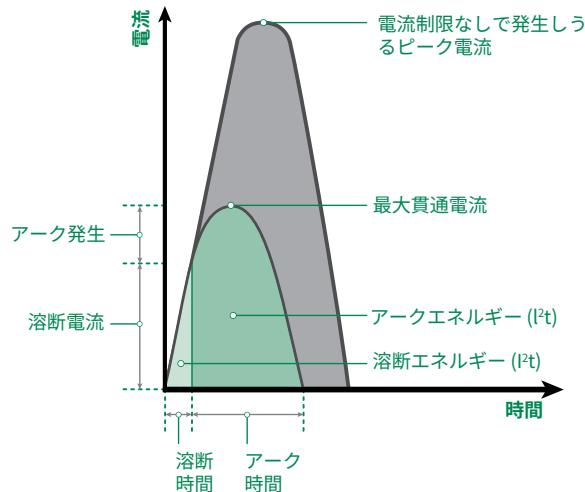

図 11 – アーク発生、アーク発生の溶断電流、溶断、遮断時間
**アーク発生電流** (図 11 を参照) – ヒューズリンクの溶断から回路遮断までの間にヒューズを流れる電流。
**アーク時間** (図 11 参照) – ヒューズリンク溶断あるいは回路ブレーカー接点の分離から過電流遮断までの時間。
**遮断時間** (図 11を参照) - 過電流発生から過電流遮断までの時間。遮断時間は溶断時間とアーク時間の和です。
**溶断電流 (図 11を参照)** – 過電流状態の開始時点から、ヒューズ内部の瞬時アーク発生までにヒューズを流れる電流。
**溶断時間 (図 11を参照)** – 過電流状態の開始時点から瞬時アーク発生がヒューズの中で始まるまでの時間。